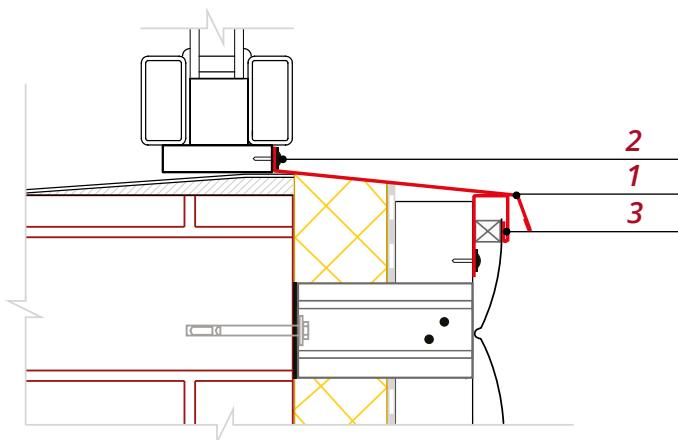

Рис. 20
■ Установите П-образную планку **3** по всей ширине оконного проема, как показано на рис. 20.